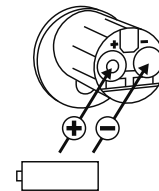

Abb. 118
- 1 Lösen Sie mit dem beigelegten Schraubendreher TX8 auf der Innenseite der Tür am vorderen Ende des Knaufs die Schraube und klappen Sie den Deckel auf. Die Schraube kann nur bis zum Öffnen des Deckels ausgedreht werden und fällt nicht heraus (Abb. 118).